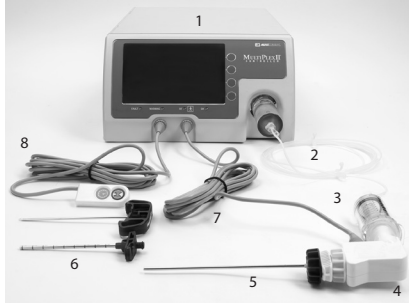

Abbildung 1. StabiliT Wirbelsäulenaugmentationssystem
Das StabiliT-Wirbelsäulenaugmentationssystem ist ein System zur kontrollierten Abgabe von StabiliT ER² Knochenzement bei der Behandlung von Kompressionsfrakturen der Wirbelsäule. Es umfasst eine integrierte bipolare Schwachstrom-Hochfrequenz- (HF-) Wärmequelle zur Erwärmung des Knochenzements. Das StabiliT-Wirbelsäulenaugmentationssystem besteht aus acht (8) Komponenten (Abbildung 1).